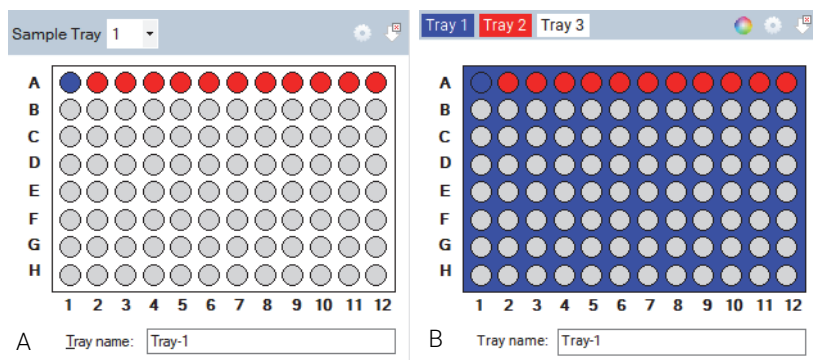

图 40 经典的下拉托盘选择（左）和彩色标签托盘选择（右）
从样品盘 (Sample Tray) 下拉列表或彩色标签托盘选项中选择要使用的样品盘，具体取决于设定的配置（图 40）。
通过选择如图 40 所示位于窗口右上角的  图标可以设定配置。
2 在样品盘下拉列表或彩色标签托盘选择之间进行选择，如图 40 所示
- 4 要在样品/样品盘窗口中的 96 孔板中选择某一行，请在该行中左键单击一下 (图 40)。要选择新的一行，则左键单击另一行
- 5 要清除行选择，请单击 。(图 40)
托盘名称 (Tray name) 对话框可用于输入正在运行的托盘的名称 (图 40)。或者，选择此对话框并使用条形码扫描仪为正在运行的孔板导入样品名称 (相关详细信息，请参阅第 9 章 “片段分析仪 – 样品名称条目”)。